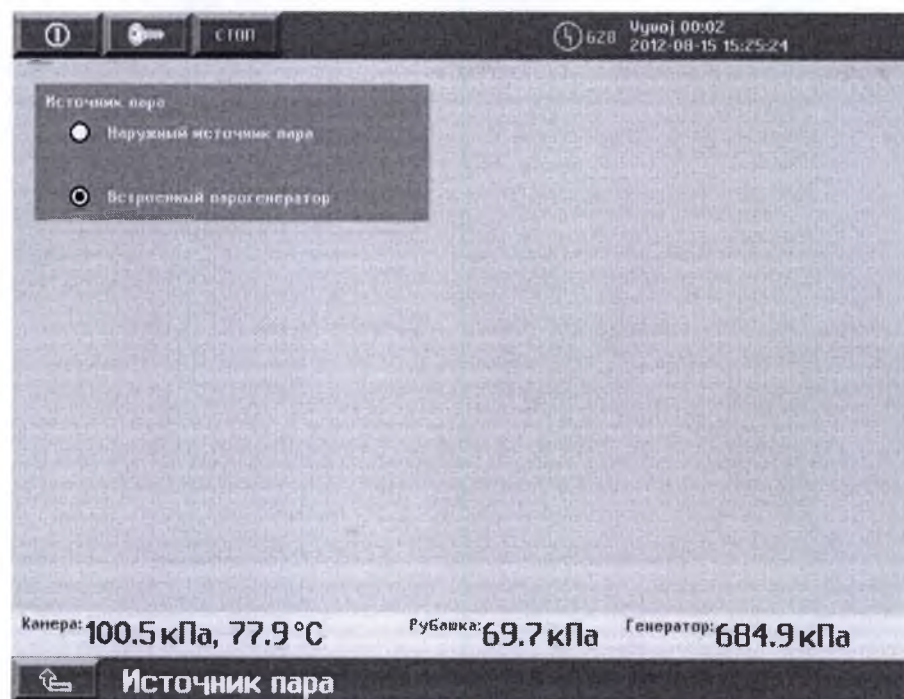

Рисунок 38 Выбор источника пара
- Нажмите кнопки выбора режима меню «Источник пар» рисунок 38.